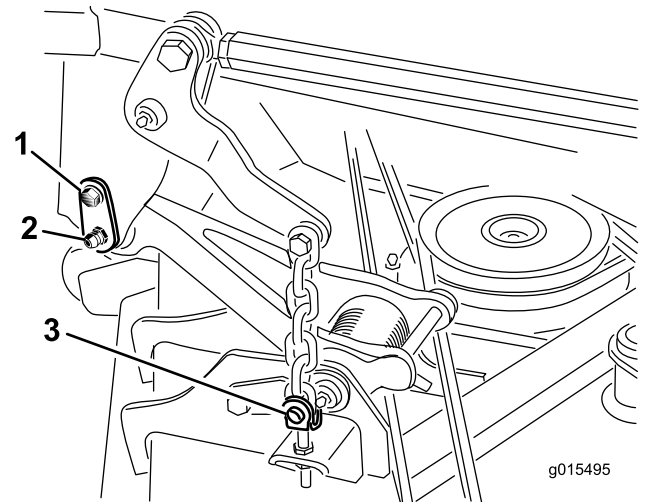

Figure 1
- Retirez la vis à épaulement qui fixe la goupille de retenue au bâti porteur (Figure 1).
8. Déposez les 4 axes de chape et goupilles fendues qui fixent les chaînes de relevage du plateau aux chapes de réglage sur le plateau de coupe (Figure 1).